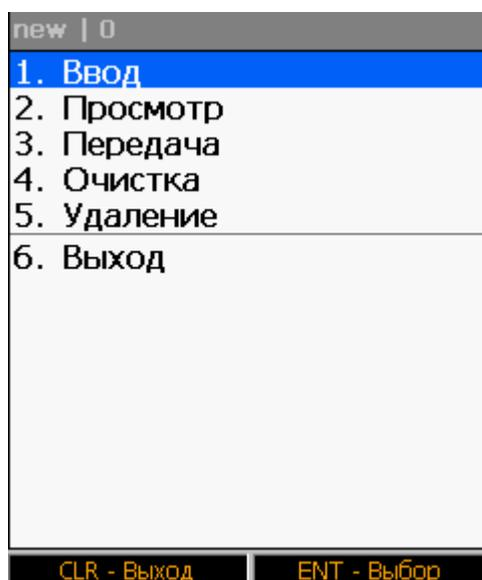

Рис.85 Меню для работы с накладной
Для выхода в меню работы с накладной расстановки (рис. 85) нажать кнопку **CLR**.
- выбрать пункт меню работы с накладной расстановки (рис. 85) **3.Передача**.